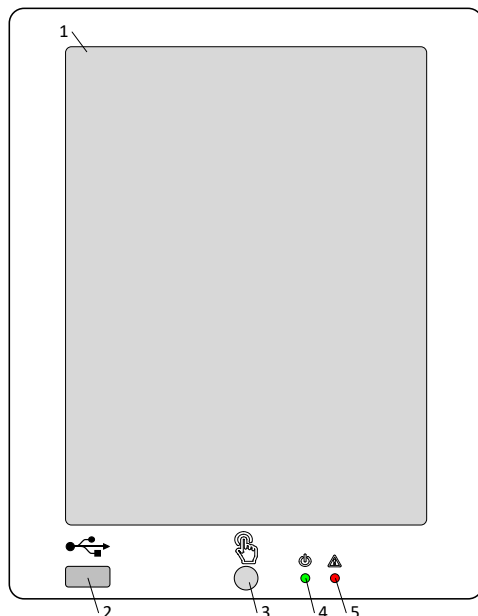

Рисунок 2.1. Передняя панель регистратора
1.4.1 Регистратор выполнен в щитовом исполнении. На передней панели прибора (рис. 2.1.) расположены:
Передняя панель регистратора представлена рис. 2.1.